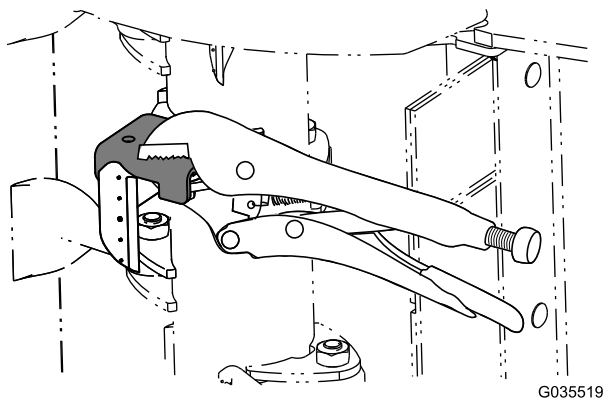

Figure 2
8. Serrez la patte à l'aide d'une pince-étau (Figure 2).